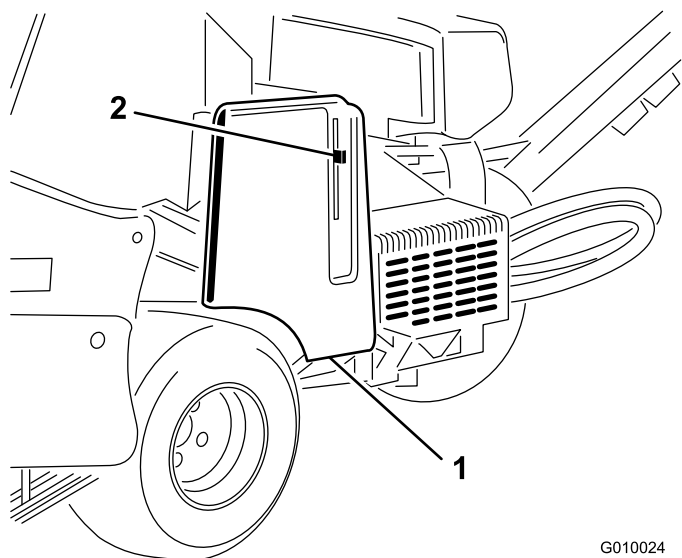
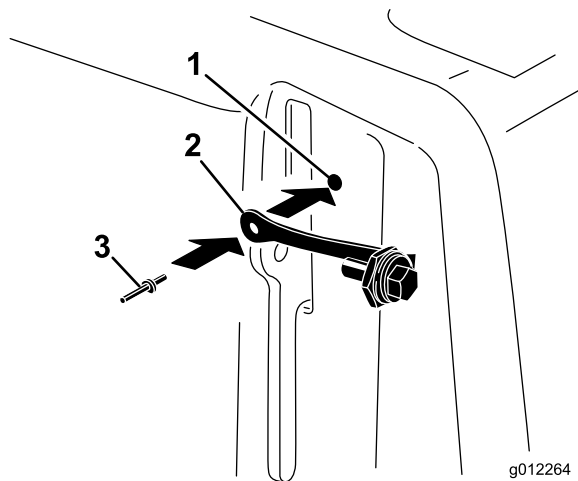

Figura 16
Figura 17
1. Localizezi orificiul din capacul curelei de lângă fanta pentru maneta de blocare (Figura 16 i Figura 17).
2. Fixezi ansamblul nurului la orificiul din capacul curelei cu un nit pop (Figura 17).